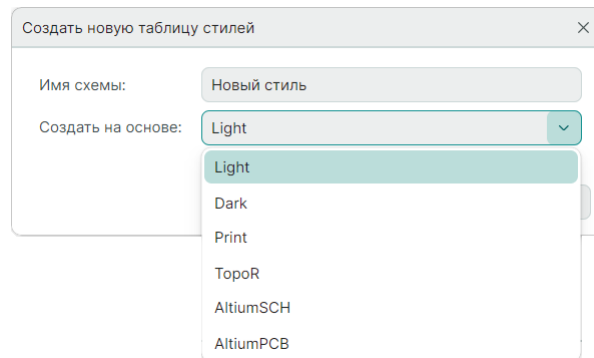

Рис. 130 Ввод имени и выбор исходных данных
3. Введите имя для новой цветовой схемы и выберите исходные данные для ее создания в поле «Создать на основе», см. Рис. 130.